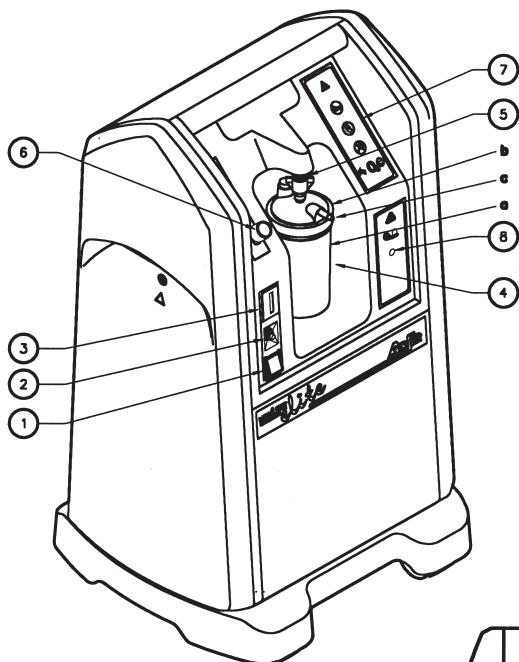

Fig. I.1
I. 1. Apparatens framsida (Fig. I. 1).....	2-SV
### I. 1. Apparatens framsida (fig. I. 1)